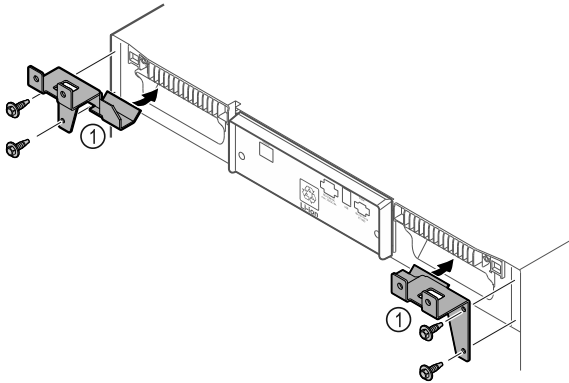

Fig. 11
- ▶ Bevestigingssteunen Fig. 11 (1) met zelfborgende schroeven aan het apparaat monteren.